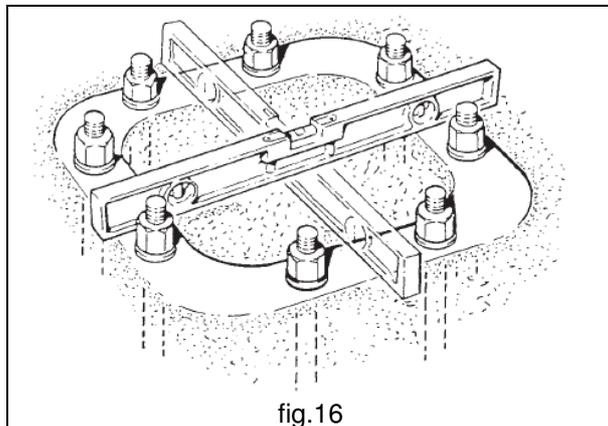

fig.16
5. Livellare la cornice di fondazione, possibilmente servendosi di una bolla e provvedere al riempimento e alla rasatura del plinto (fig.16).